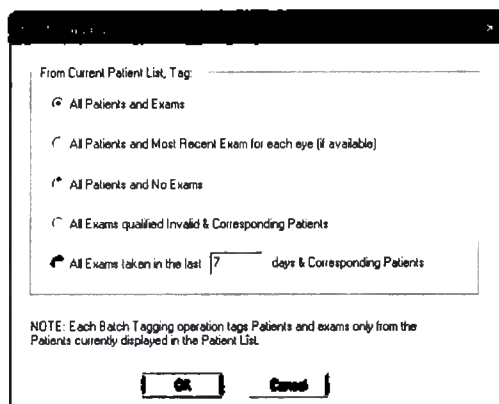

Figure 7.5 – Окно Batch Tagging (Групповой выбор)
1. Нажмите на окно **Batch Tagging (Групповой выбор)** (Рисунок 7.5). Появится экран **Групповой выбор пациентов и обследований (Batch Patient & Exam Tagging)**.